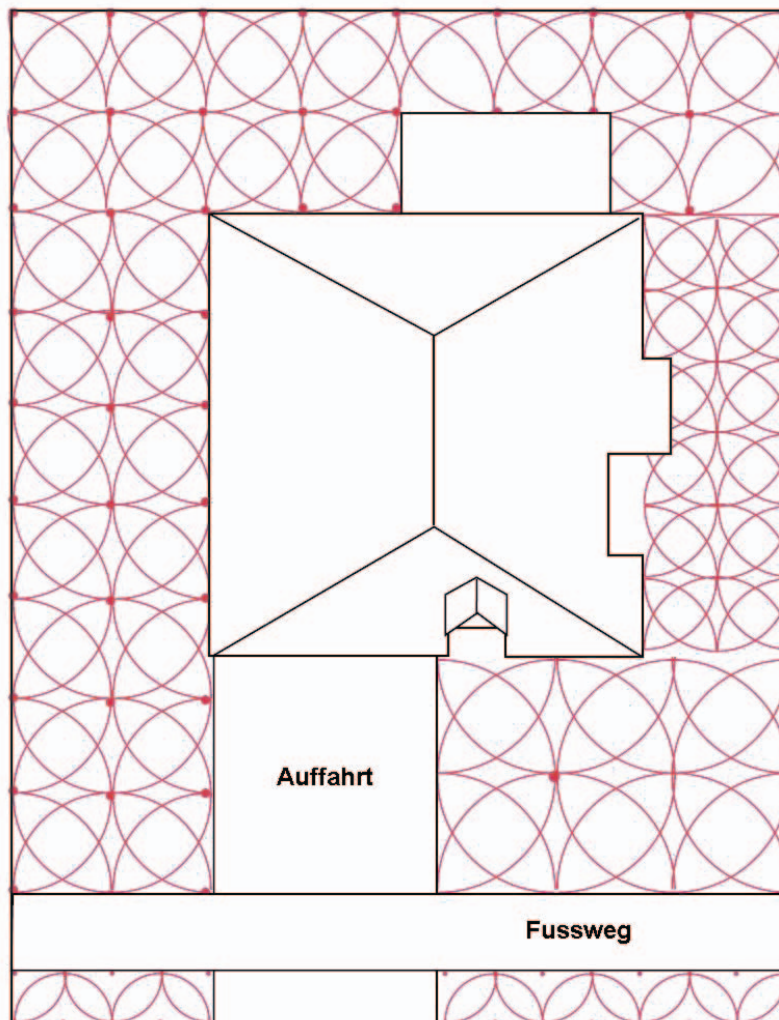

Abb. 2: Auswahl der richtigen Regnertypen
- Teilen Sie Ihren Rasen auf einer neuen leeren Skizze in Abschnitte ein. Bilden Sie so große Quadrate und Rechtecke wie möglich. Dies vereinfacht die Planung (Siehe hierzu Abb. 2).